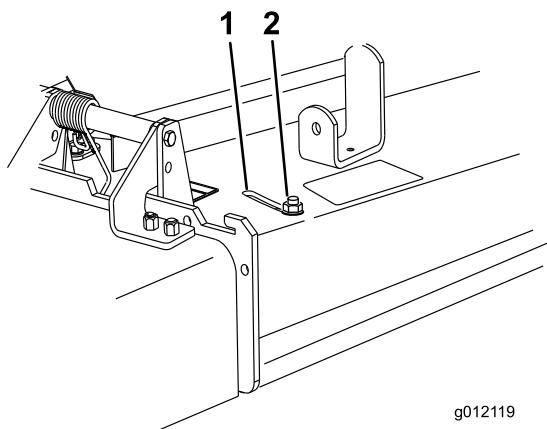

Figure 30
- Pour régler le déflecteur, desserrez l'écrou (Figure 30).